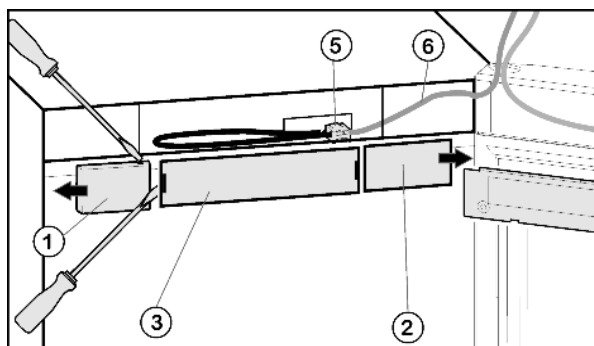

Fig. 4
- Снятие крышки со стороны ручки Fig. 4 (1): справа выведите из фиксатора при помощи плоской отвертки и сдвиньте наружу.
- Снятие крышки со стороны шарнира Fig. 4 (2): слева выведите из фиксатора при помощи плоской отвертки и сдвиньте наружу.
- Снимите переднюю накладку Fig. 4 (3) с помощью плоской отвертки.
- Снимите контакт и извлеките разъем Fig. 4 (5).
- Высвободите из направляющей серый кабель Fig. 4 (6).
- ▶ Снова установите разъем Fig. 4 (5).
- ▶ Снова установите крышку Fig. 4 (3).
- ▶ Установите крышку Fig. 4 (2) снаружи со стороны шарнира с поворотом на 180° и защелкните ее.
- ▶ Установите крышку Fig. 4 (1) снаружи со стороны шарнира с поворотом на 180° и защелкните ее.